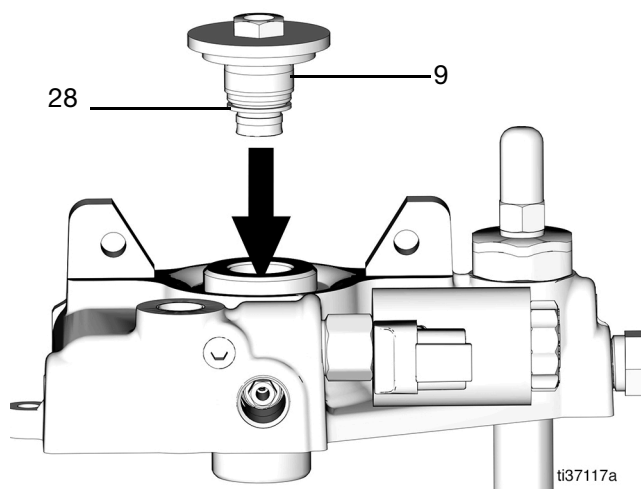

FIG. 53
6. Graissez le joint torique (28) et placez l'écrou de retenue (9) dans le boîtier de pompe puis serrez légèrement (FIG. 53).